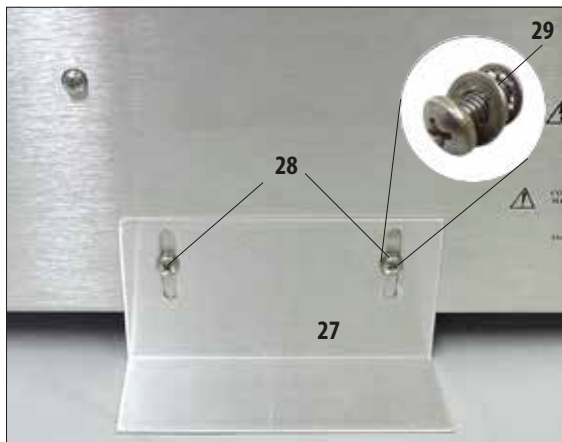

Рис. 20
- Чтобы сделать это, сначала выверните два винта с крестообразным шлицем (28) с помощью отвертки. Соедините их с двумя соответствующими шайбами (29)
- Установите опорный кронштейн на заднюю сторону прибора (рис. 20), вставьте оба винта на место, но не затягивайте окончательно.